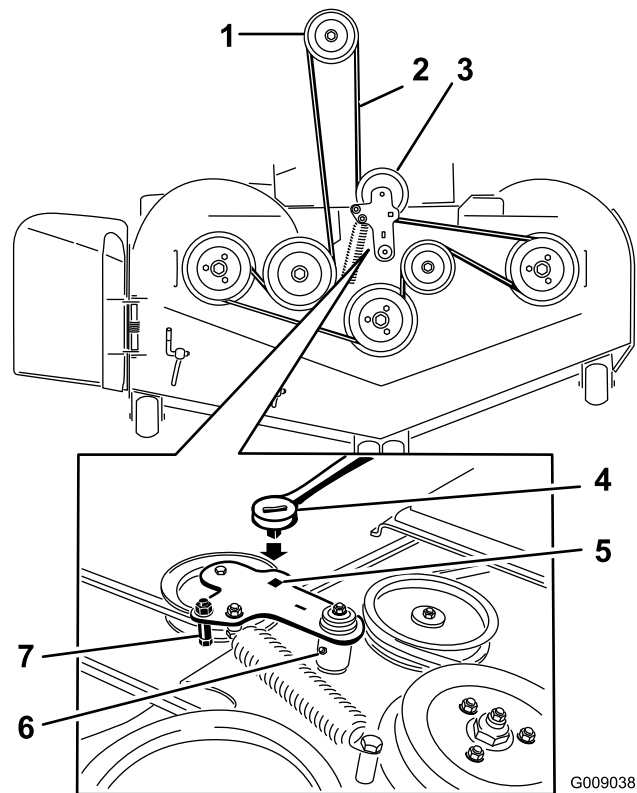

Figura 78
7. Togliete il guidacinghia dal braccio di rinvio a molla mostrato in Figura 78.
9. Montate la nuova cinghia attorno alle pulegge del tosaerba e alla puleggia della frizione, sotto il motore (Figura 78).
10. Montate il guidacinghia sul braccio di rinvio mostrato in Figura 78.
11. Con il cricchetto nel foro quadrato, montate la molla del tenditore (Figura 78).
5. Inserite un cricchetto nel foro quadrato del braccio di rinvio per allentare la molla del tenditore (Figura 78).